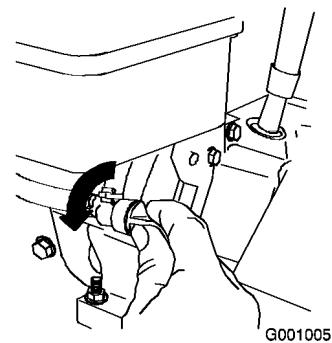

Bild 20
3. Drehen Sie den Kraftstoffhahn nach links, um ihn zu öffnen (Bild 20).